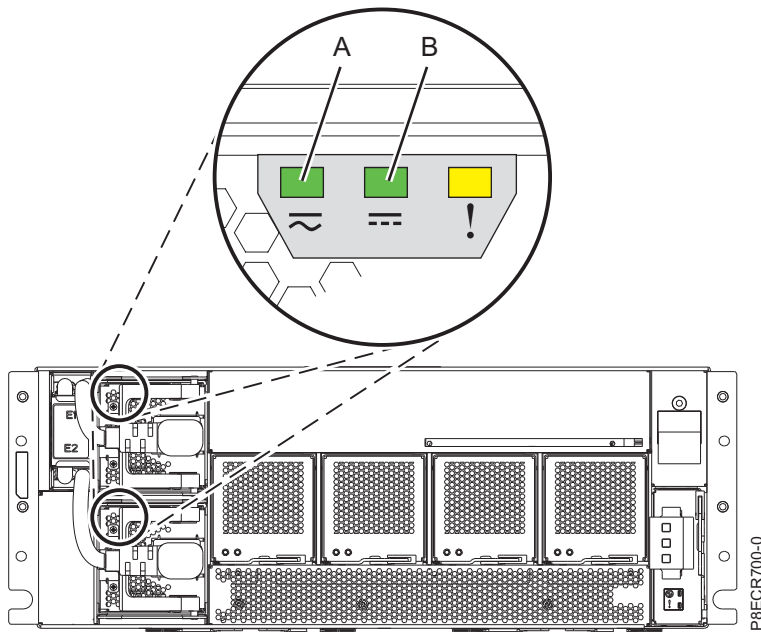

Figure 1. Voyants d'alimentation électrique d'un tiroir d'extension EMX0 PCIe3
- Le voyant d'entrée CA (**A**) et le voyant de sortie CC (**B**) restent allumés sans clignoter pour au moins l'un des blocs d'alimentation du tiroir d'extension EMX0 PCIe3. Voir figure 1.